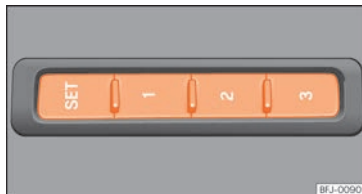

Fig. 107 Sur le côté extérieur du siège du conducteur : touches de mémorisation.
- Appuyez sur la touche **SET** pendant plus de 1 seconde » » » **fig. 107**.
- Maintenez la touche **SET** » fig. 107 enfoncée.